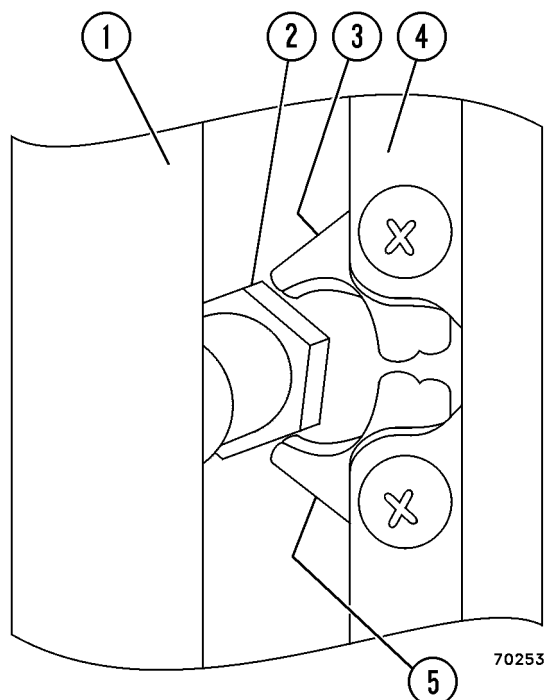

FIGURA 2-4. AJUSTE DEL PERNO DEL PILAR DE LA PUERTA
- Si la puerta pone resistencia al tratar de cerrarla, probablemente se ha soltado el perno del seguro (2, Figura 2-4) y se ha salido del punto donde el seguro engancha con el perno.
1. Abra la puerta y cierre ambos pestillos (3) y (5) en el seguro hasta que se cierren completamente.